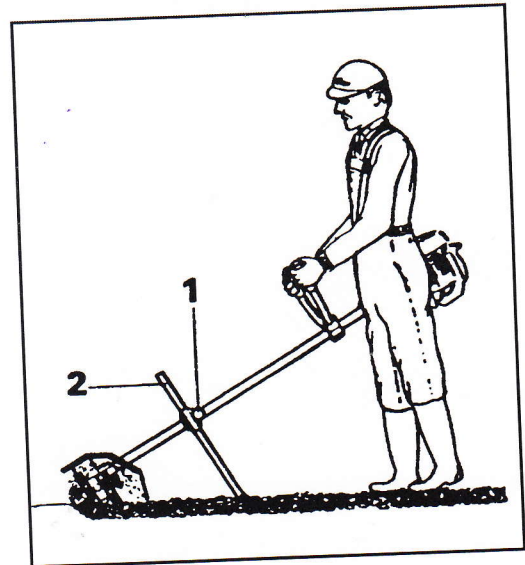

Fig. 4
GEBRAUCH (Abb. 4): Passe Sie den Gurt nach Bedarf an (siehe **Betriebsanleitung für Motorsense**). Stellen Sie die Höhe des Dornes (2) mit Hilfe des Knopfes (1) ein: Das Ende des Dornes sollte den Boden berühren. Langsam vorwärtsgehen und die Fräse dabei vor- und rückwärts bewegen.
UTILISACION (Fig. 4): regule el cinturón y bandolera a su cuerpo (vea el **manual de la desbrozadora**). Regule la altura de la reja (o espolon) mediante el pomo (1), la parte inferior de la reja debe tocar el terreno. Camine lentamente, mueva el cultivador hacia adelante y atrás.
LET OP! - Voor het gebruik, de afstellingen en het onderhoud van de motor dient u zich te houden aan **de instructies die zijn aangegeven in de handleiding voor gebruik en onderhoud van uw bosmaaier**. Het mes (2, Fig.4) is noodzakelijk voor de controle van de beweging van de cultivator en de controle van de werkdiepte. Als het mes goed is afgesteld, zult u de machine zonder krachtsinspanning volledig onder controle kunnen houden.
GEBRUIK (Fig.4): maak de draagriemen op maat voor uw lichaam (zie **handleiding voor gebruik en onderhoud van de bosmaaier**). Regel met behulp van de knop (1) de hoogte van het mes (2). Loop met kleine passen vooruit en verplaats de cultivator naar voren en naar achteren.